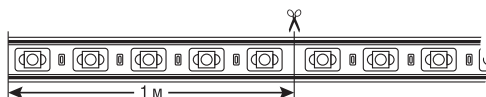
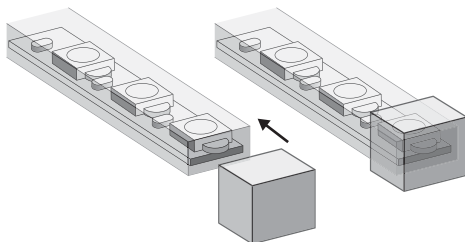

Рис. 2. Разрезание светодиодной ленты.
Рис. 3. Установка заглушки на светодиодную ленту.
- **Разрезание светодиодной ленты на участки.** Светодиодную ленту NLS-2835-IP67-220V можно разрезать на участки, кратные одному сегменту, длина которого равна 1 м. Разрез необходимо производить строго посередине участка, соединяющего смежные сегменты, см. Рис. 2. В месте разреза ленты пропущен сегмент гибкой печатной платы. На окончания участков светодиодной ленты, к которым не планируется производить какие-либо подключения, необходимо установить заглушки NLS-cup-3528-220 для ленты 2835-IP67-220, Рис.3. **Внимание!** При установке заглушки необходимо использовать герметик, чтобы обеспечить должную герметичность в месте соединения.